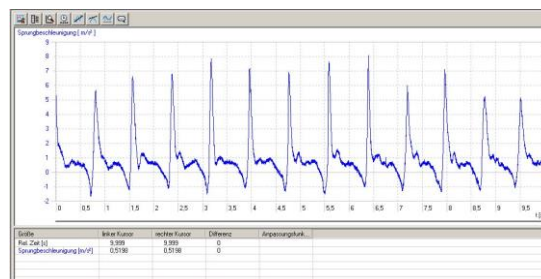

Fig. 1 Caratteristico comportamento di accelerazione della caviglia di una persona che "salta la corda", registrato con 3B NETlab™
- Avviare la registrazione della curva di misurazione in 3B NETlab™(Fig. 1).
Si osservi nella Fig. 1 l'accelerazione di gravità di $9,81 \text{ m/s}^2$ ad azione costante, che inserisce nella curva di misurazione un valore subordinato di 1-g.